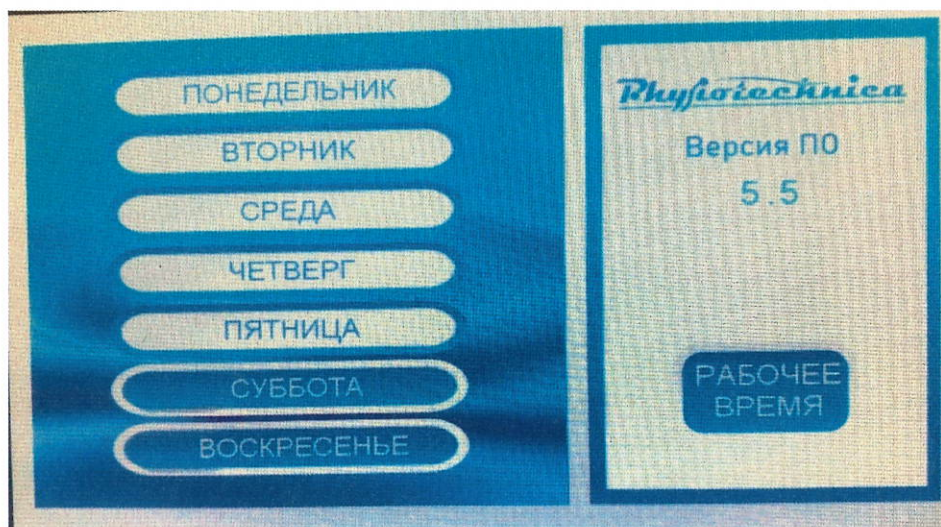

Рис. 14. Меню настроек «Рабочая неделя»
8.6. Перейдите в подраздел «Рабочая неделя» (Рис. 14). Выберите дни, в которые ванна будет использоваться. В остальные дни запустить процедуру будет невозможно.